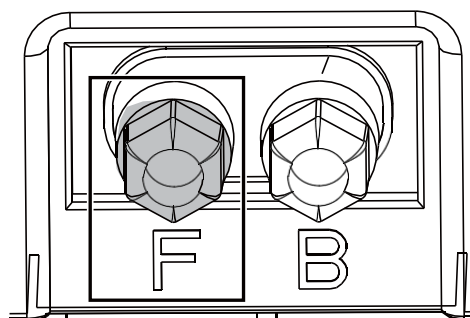

Fig. 10: conexión del cable perimetral (llegada)
10. Conecte el final del cable al terminal izquierdo (rojo) (ver Fig. 10).